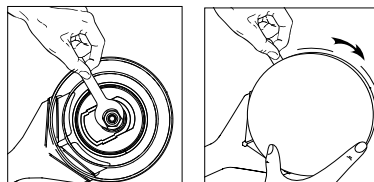

figura 4
3. Para remover o pad, insira a chave plana entre o pad e o revestimento. Prenda o eixo com a chave plana e desaparafuse o pad. - veja a figura 4.